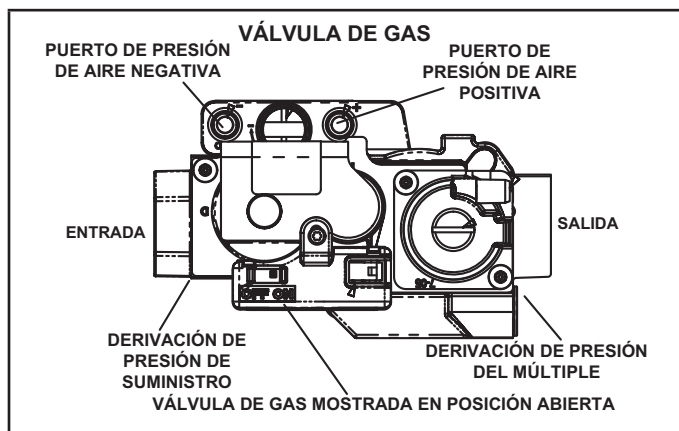

Figura 62
Funcionamiento de la válvula de gas (Figura 62)
- 6 - Mueva el interruptor en la válvula de gas a la posición APAGADO. Ver la Figura 62.
- 8 - Mueva el interruptor en la válvula de gas a la posición ENCENDIDO. Ver la Figura 62.